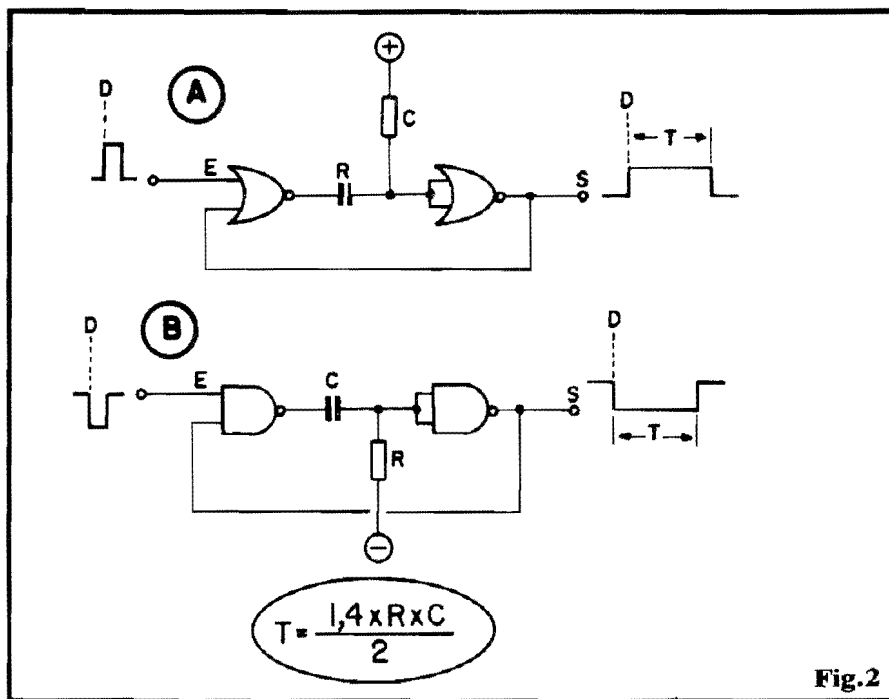

Fig.2
- FIG. 2-A - Estrutura do MONOESTÁVEL com **gates NOR**. O Temporizador é disparado pela transição "baixo/alto" do nível apostado à Entrada "E". A Saída "S", com o MONOESTÁVEL em repouso ("antes", ou "depois", portanto, do Período de Temporização...) fica em nível digital "baixo". No momento do disparo (D), a Saída "S" eleva-se instantaneamente para nível "alto", assim permanecendo por um Tempo "T" (dependente dos valores de R e C), ao fim do qual retorna à sua condição estável, "baixa"...
- FIG. 2-B - MONOESTÁVEL implementado com **gates NAND**. O disparo do Temporizador é feito
No MONOESTÁVEL (fig. 2) o cálculo do PERÍODO (Tempo, em segundos, que a sua Saída fica em estado oposto ao de repouso, após o disparo...) também é muito fácil, utilizando-se a fórmula:
Num exemplo prático, se o circuito mostrado na fig. 2-A tiver resistor e capacitor com valores respectivos de 1M5 e 10u, o cálculo ficará assim: